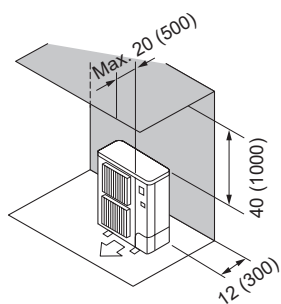

Fig. 2-6
- ② Obstacles à l'arrière et au-dessus (Fig. 2-6)